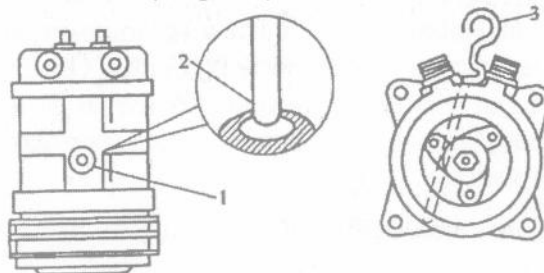

рис. 5
(1) непосредственная добавка (см.рис.5)